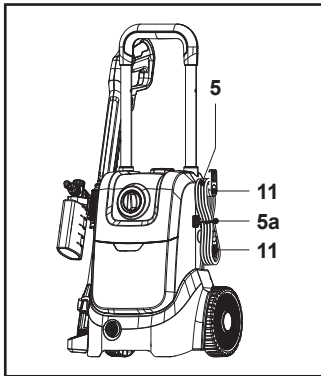

Fig. 21
2. Enrolle el cable de alimentación (5) alrededor de los dos anclajes (11) y fíjelo en su sitio con el sujetacables suministrado (5a) (Fig. 21).